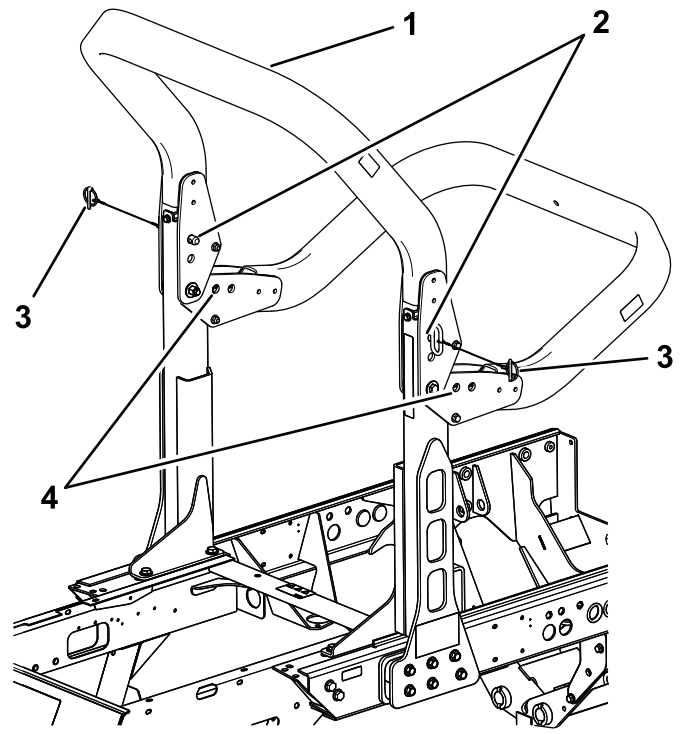

Figura 62
2. Suporte o peso da estrutura superior enquanto remove os pinos de encaixe e os passadores de forquilha articulados (Figura 62).